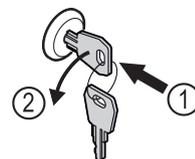

Fig. 181
- ▶ Insérer la clé. Fig. 181 (1)
- ▶ Tourner la clé à 90° dans le sens antihoraire. Fig. 181 (2)